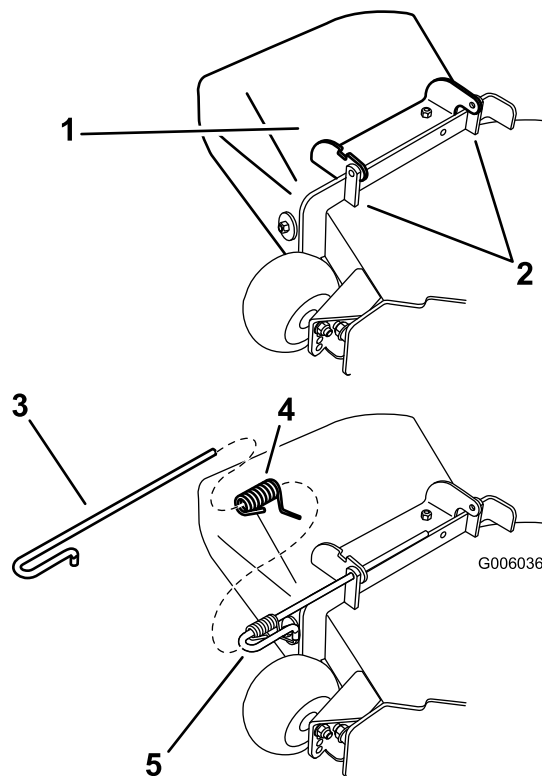

Figura 64
de plataforma, el muelle y el deflector de descarga (Figura 64). Retire el deflector de descarga dañado o desgastado.
2. Coloque el nuevo conjunto del deflector de descarga con los extremos de los soportes entre los soportes soldados de la plataforma, según se muestra en la Figura 64.